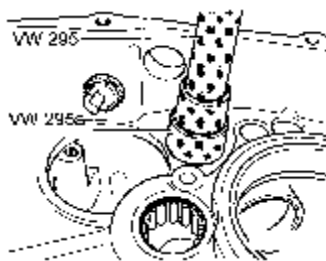

图 9-59 嵌入换挡杆
(4) 嵌入 3 挡和 4 挡换挡杆的轴套要到位限位挡块，如图 9-59 所示。